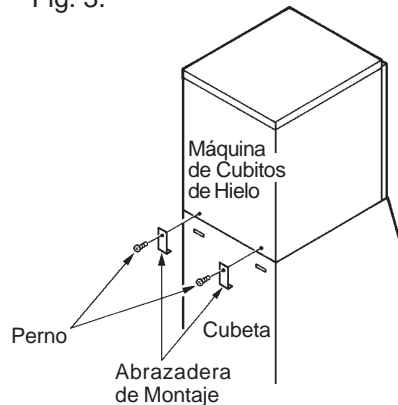

Fig. 3
- 4) Asegure la máquina de cubitos de hielo a la Cubeta de Almacén con las dos abrazaderas de montaje y los dos pernos proporcionados. Ver Fig. 3.